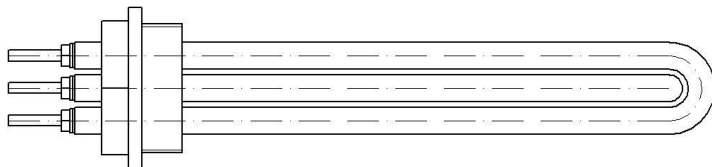

Рисунок 1. Трубчатый электронагреватель блочный ТЭНБ
Блок ТЭНов (Рис. 1) или Трубчатые Электрические Нагреватели Блочные (далее по тексту – ТЭНБ), предназначены для нагрева воды или антифризов для систем отопления. ТЭНБ представляет собой фланец с наружной резьбой, в который герметично запрессованы трубчатые электронагреватели с резьбовыми выводами (М4). Фланец имеет трубную цилиндрическую резьбу по ГОСТ 6357-81 G1 1/4".
- Периодически (не реже одного раза в год и перед каждым отопительным сезоном) проводить визуальный осмотр электрических контактов, зачищать их и производить протяжку с усилием: - гаек на контактных стержнях ТЭН с усилием 2.0 Нм (см.Рис. 1,3);